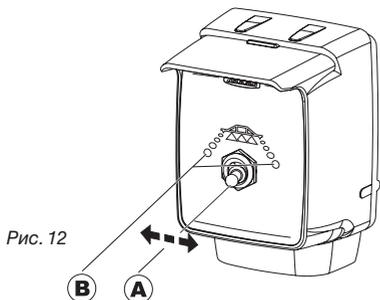

Рис. 12
- 3) Включите электрокомпрессор, поместив переключатель вправо (А, Рис. 12).
- 6) Переместите переключатель влево (А, Рис. 12) и запустите узел компрессора.
- Закрутите узел компрессора, используя рычажный переключатель (А, Рис. 12) расположенный на коробке управления.